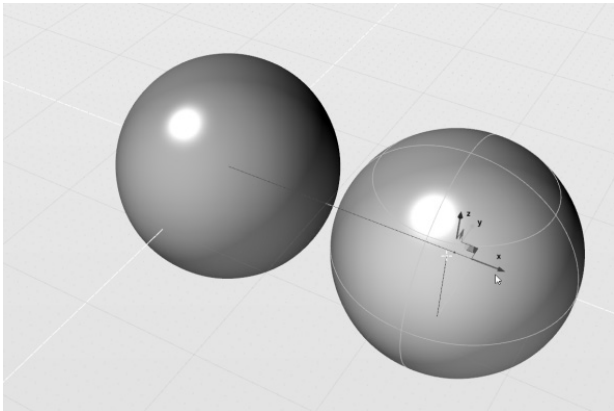

图 2-83 移动关联复制对象
4) 在新对象“关联复制#1”上会自动开启平移操作，可将其向 X 轴方向平移，即可显示出原始与复制的两个对象，如图 2-83 所示。